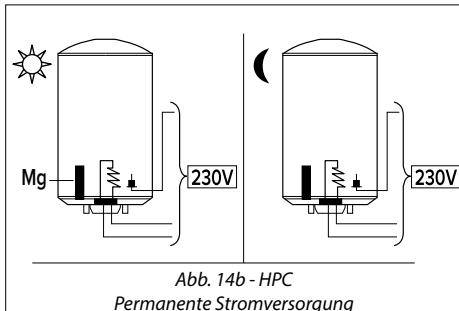

Abb. 14b - HPC
② Permanente Stromversorgung
- > Heizelement und PROfessional TECH Anode \Rightarrow Kontinuierliche Stromversorgung (Abb. 14b).